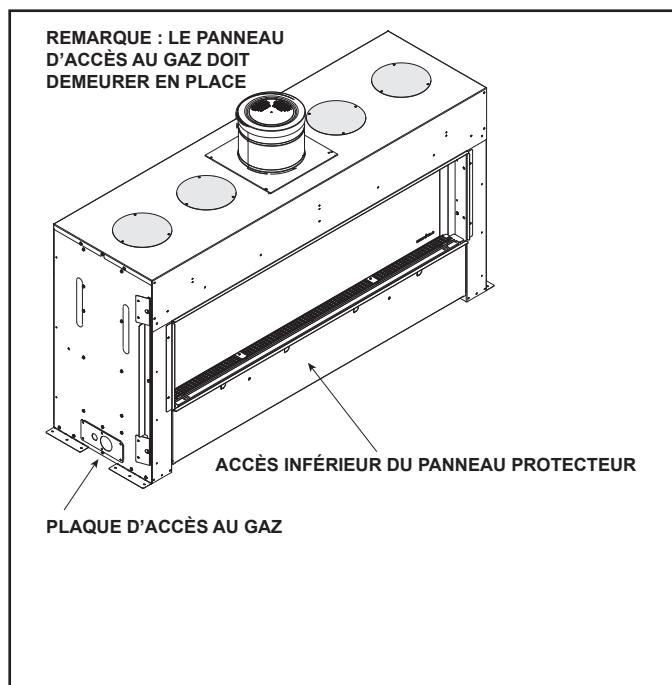

Figure 9.7 Emplacement d'accès au gaz – côté gauche
- Se reporter à la figure 9.7 indiquant l'emplacement du raccordement de gaz de l'appareil.